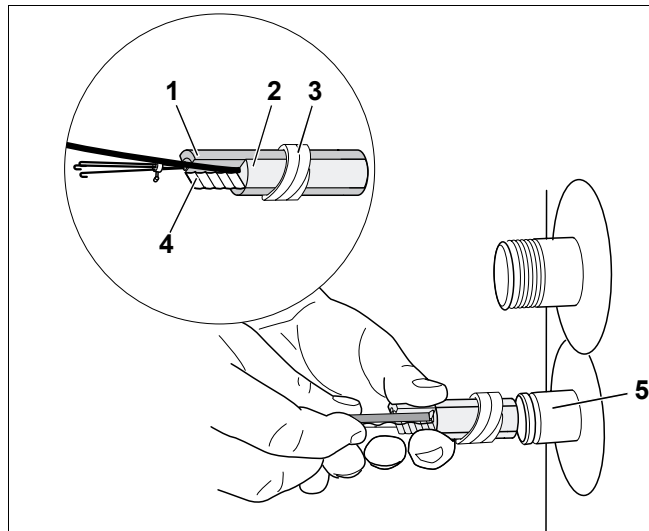

Fig. 7 Montarea senzorului de temperatură pentru apă caldă
- Senzorul în pachet (Fig. 7, **Poz. 1 - 4**) se introduce până la refuz în teaca de imersie (Fig. 7, **Poz. 5**). Spirala din material plastic (Fig. 7, **Poz. 3**), care leagă pachetul alunecă înapoi în mod automat.
Prin arcul compensator (Fig. 7, **Poz. 4**) se asigură contactul între teaca de imersie și suprafețele senzorului, realizându-se astfel un transfer sigur de temperatură.